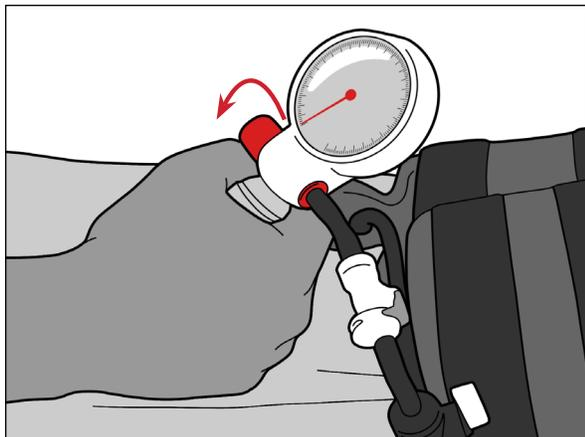

Figure 14
1. D'abord, fermer la valve en tournant le bouton vers soi (Figure 14).